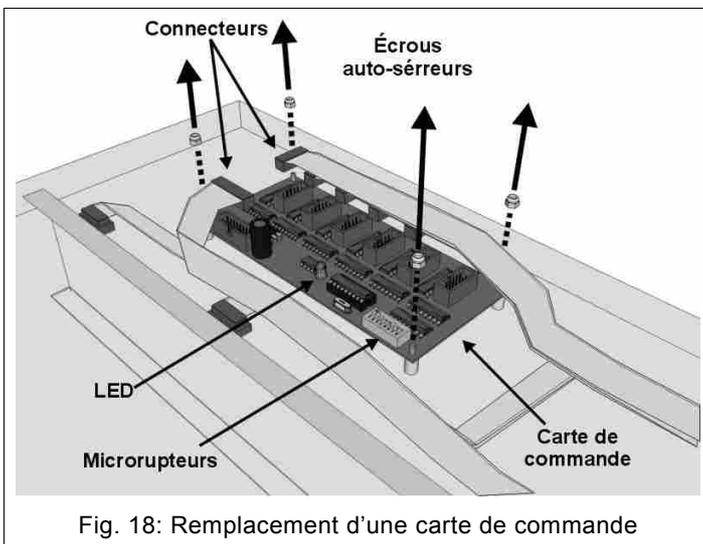

Fig. 18: Remplacement d'une carte de commande
2. Remplacez le câble qui connecte la carte à LED à la carte de commande (Fig. 18).
- b) repérez la carte de commande connectée à l'ensemble des cartes à LED défectueuses au moyen des câbles plats 10 contacts (Fig. 18). Si en alimentant le tableau, le LED monté sur cette carte de commande (Fig. 18) s'allume ou clignote, remplacez la carte de commande (chapitre 7.2); autrement, si le LED ne s'allume pas:
6. Repérez la carte (ou les cartes) de commande installée à l'intérieur du support (Fig. 18) et connectée aux cartes à LED défectueuses. Retirez tous les connecteurs de la carte en notant leur position.
7. Avec une clé de 5,5 mm, dévissez les quatre écrous de serrage de la carte de commande (Fig. 18) et ôtez-la de son logement.